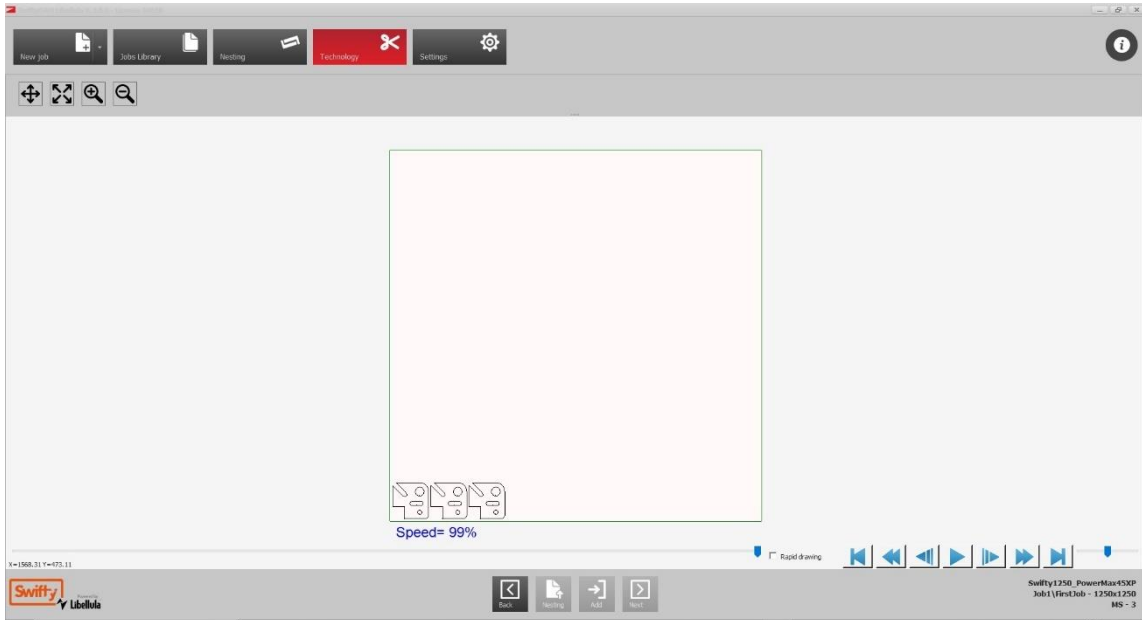

Fig. 59 Snijsimulatiepagina
3.1 Klik op 'Next' op de pagina met de preview van het G-codebestand om een simulatie van het snijproces te starten (Fig. 59). Met de knoppen rechtsonder op de pagina kunt u navigeren door de code en de bijbehorende bewegingen controleren.